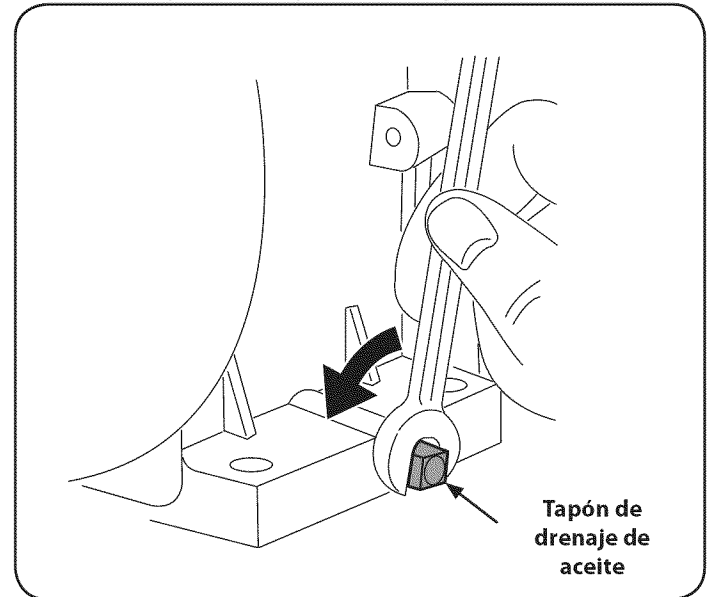

Figura 12
3. Retire el tapón de drenaje de aceite, Figura 12.